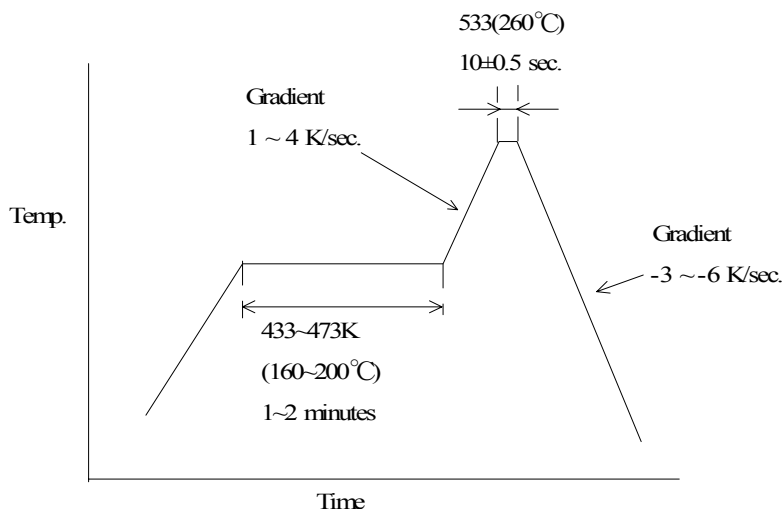

Fig4
A. Testing : Put on the receptacle connector to PCB , apply the heat 2 cycles as shown in Fig. 4
A. 試験法:基板にリセプタクルコネクタを置き、Fig. 4の条件で2回リフローを行う。